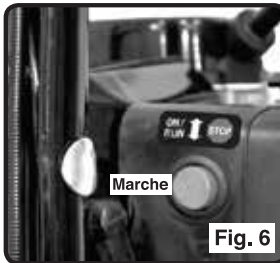

Fig. 6
2. Mettre l'interrupteur d'allumage en position « Marche » (voir fig. 6).
2. Mettre l'interrupteur d'allumage en position marche (voir fig. 6).
2. Mettre l'interrupteur d'allumage en position d'arrêt (voir fig. 6).